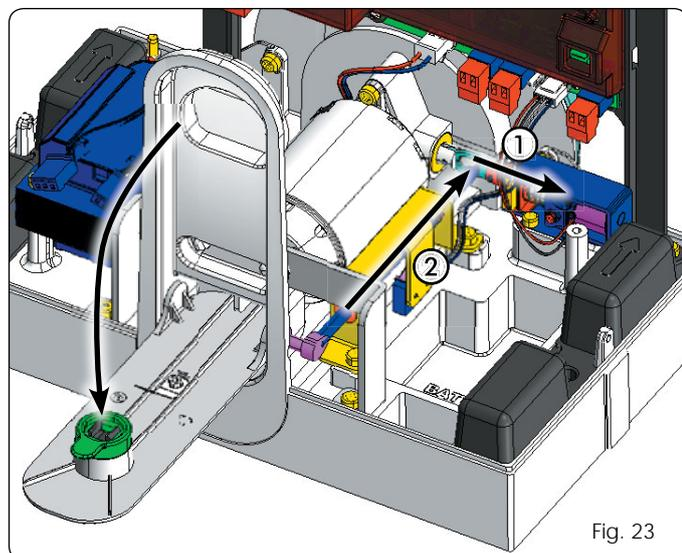

Fig. 23
**Al bajar la palanca de desbloqueo se actúa tanto en el bloque motor, retrocediéndolo (Fig. 23 ref. ①), como en el microinterruptor de seguridad que fuerza el automatismo en STOP (Fig. 23 ref. ②).**